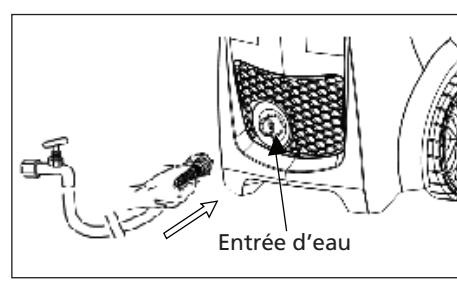

Figure 14 - Attachez le tuyau d'arrosage à l'unité (modèles PW1625 et PW1835)
7. Attachez le tuyau d'arrosage à l'unité (voir les figures 14 et 15).